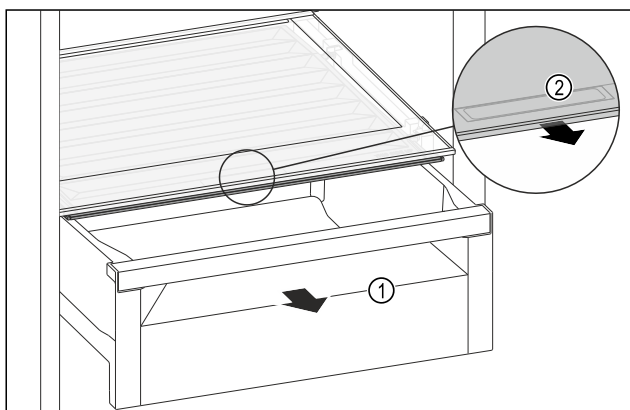

Fig. 200
- ▶ Tërhiqni jashtë sirtarin Fig. 200 (1).
- ▶ Kapni dorezën e futur Fig. 200 (2) në kapakun e ndarjes dhe në të njëjtën kohë tërhiqni përpara kapakun e ndarjes.